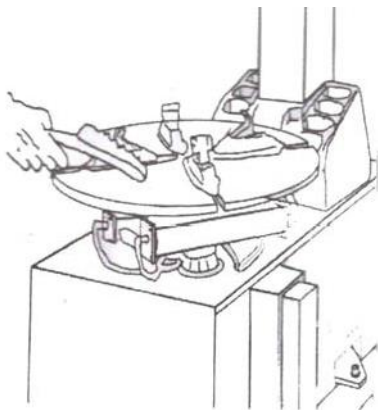

Fig 28
- Brug dieselolie til at rense drejpladens klemme og ledeskinne og brug litiumsmørelse til smøringen (Fig. 28) ◦